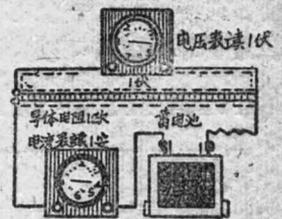

图13 1伏电压使1安培电流通过1欧姆电阻的简单电路
⑥电阻：电路加上了电压，就可以推动电流的流动，但是当—个电路中有了电阻时，就可以对电流发生阻止的作用。这种电阻是那里来的呢？这是通导体固有的特性，所以电阻的大小是随导体的物质而不同的。电路里的电阻愈高，电流将是愈小，反过来，当电路里电阻愈小时，电流将是愈大。根据实验证明，这两者之间的关系是反比例。各种物质都有电阻，只是量有大小区别，并没有纯粹无电阻的东西。在一般的电路中，是不希望有电阻存在的，应该把电阻减至最低的程度。但是在有些场合，电阻的存在是有一定的作用的，并且对电阻的数值，亦有一定的要求，这时就需要在电路的指定地点加入一个电阻较高的电阻器。电阻的实用单位是欧姆，简写作欧。上节关于伏特的定义中，已说明了1欧姆的意义。图13更表明了这种关系：图中蓄电池与1欧姆的导体组成了一个完全的电路，蓄电池供应了适当的电压，必然的推动了电流，这里用电流表测量电路中的电流，所以电流表一定要串联在电路中，电压表测量二点间的电位差，所以它不能象电流表串联在电路中，而须将二端跨接在产生电位差的二点间，象图中所示。这种接电表的方式很重要，绝对不可弄错，否则电表就要损坏的。电阻的数值大小差别很大，可以自不足1欧至百万欧以上。
⑦决定电阻大小的因素，比电阻：电阻是导体的基本特性，这点已经说过，现在为了对电阻的意义更明瞭起见，不妨深入地研究—下，决定导体电阻的大小主要的有三项，就是：①长度，②物质和③截面积。